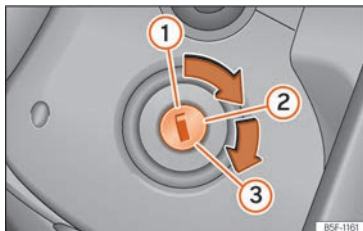

Abb. 208 Positionen des Zündschlüssels
Positionen des Schlüssels »» Abb. 208
- Drehen Sie den Zündschlüssel in Stellung »» **Abb. 208** . Dieselfahrzeuge werden vorgeglüht .
- Drehen Sie den Zündschlüssel weiter in die Stellung »» **Abb. 208**  ohne Gas zu geben.
- *Fahrzeuge mit Zündschloss:* Drehen Sie den Zündschlüssel in Stellung »» **Abb. 208** ⓘ.